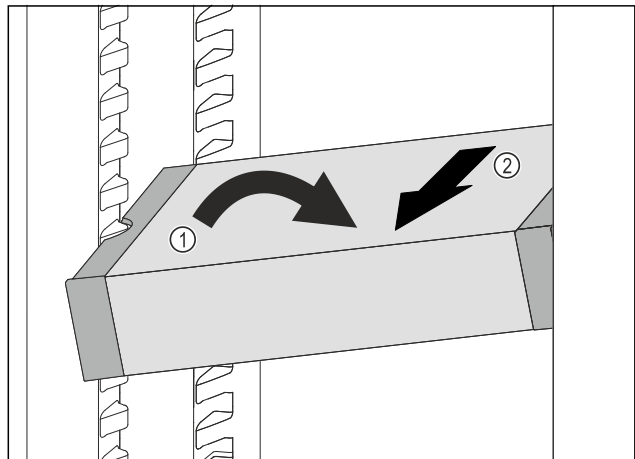

Fig. 124
- Fig. 124 (1)
- Sortir le tiroir VarioSafe par l'avant. Fig. 124 (2)